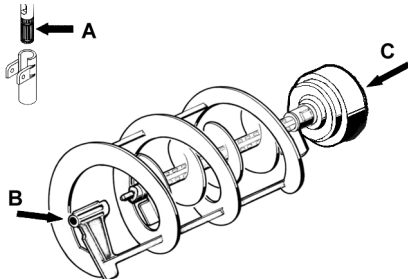

Bild 12
- 2 Den Hahnkolben, die innere und äußere Schnecke (an den in Bild 12 gezeigten Stellen A, B und C) schmieren. Dazu ausschließlich das vom Hersteller gelieferte Fett oder anderes **Fett für Speisezwecke** verwenden.